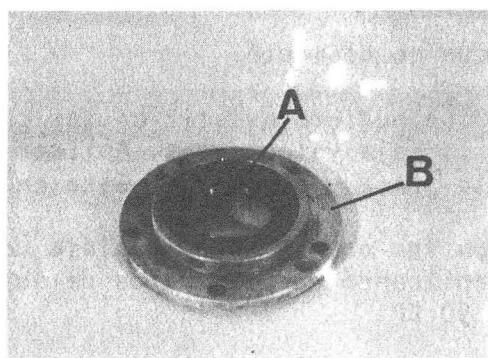

Fig. C1-95 Desmontaje porta-retén
1.6. Extraer el retén, A (Fig. C1-95) deteriorado.